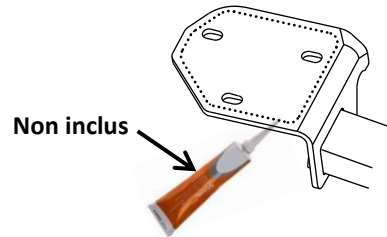

Figure 2
4. **Appliquez du mastic** - appliquez du mastic silicone sur les deux surfaces de montage du support d'attelage. Voir **Figure 2**.
4. **Appliquer le scellant** - Appliquer un scellant au silicone sur les deux surfaces de montage des supports d'attelage. **Voir la Figure 2.**